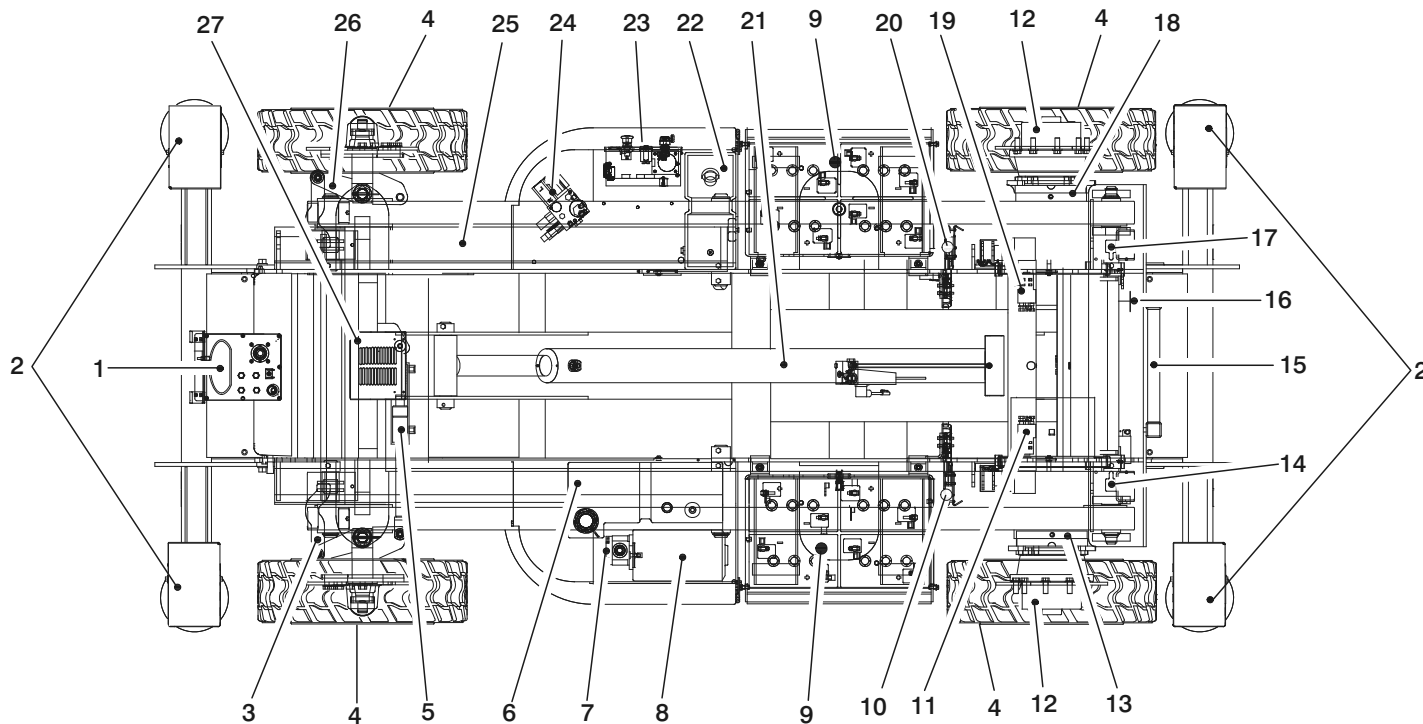

Abbildung 2-1. Sichtkontrolle (Blatt 1 von 3)
5. **Sichtkontrolle** – Siehe Abbildung 2-1., Sichtkontrolle (Blatt 1 von 3).